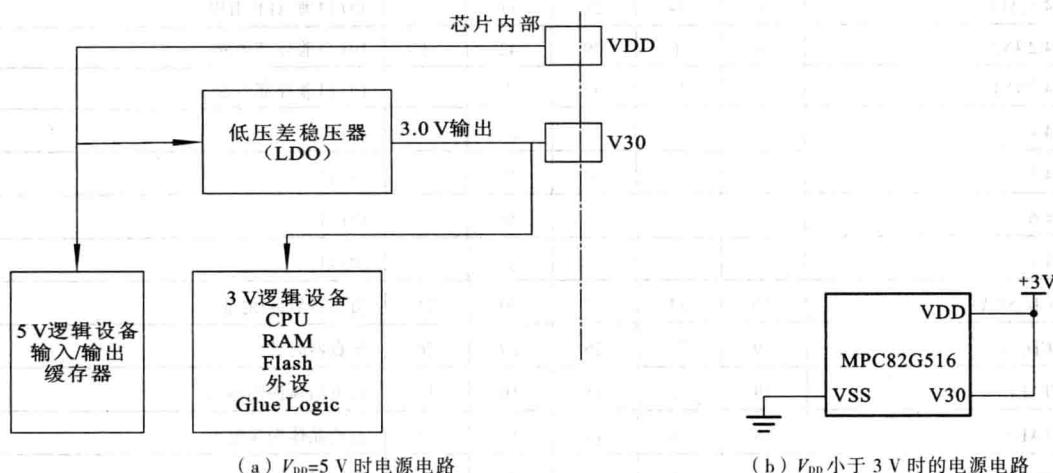

图 1-4 电源电路
(1) 必须先经过旁路电容器(104p)将高频噪声清除后，才送到VDD引脚，如此才会有较稳定的电源电压。同时当单片机瞬间高频工作时，必须提供短暂的大电流，此时可由电容器协助提供。
(2) 以 $V_{DD}=+5V$ 为例，如图1-4(a)所示。
(3) 若电源电压小于 3 V，则由 VDD 及 V30 引脚一起输入，同时提供 I/O 端口、核心及接口设备，如图 1-4 (b) 所示。
(4) 片内含有电源监测电路，当电源电压太低时，会产生中断及硬件复位。